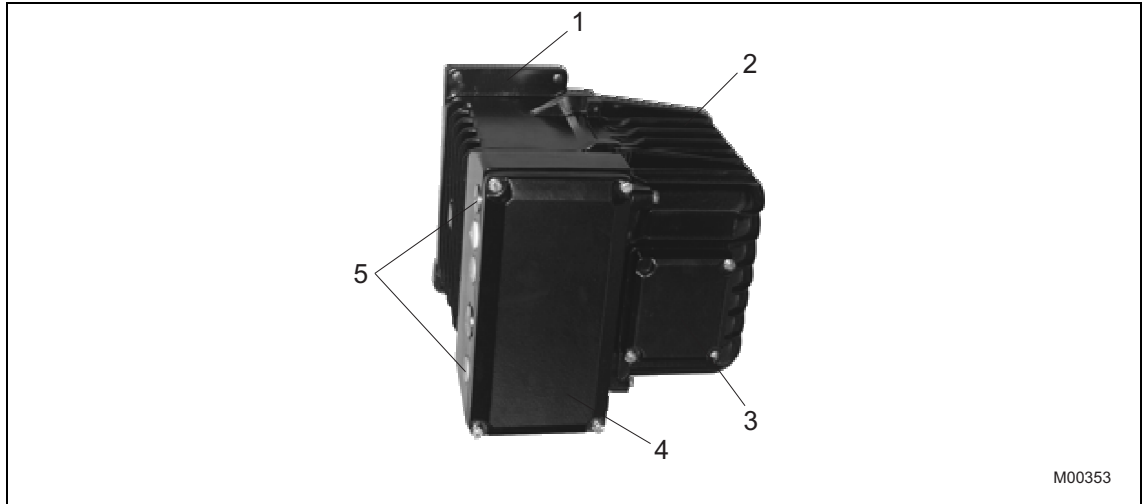

Рис. 5
4. Снять крышку отсека подключения (Рис. 5, поз. 4).